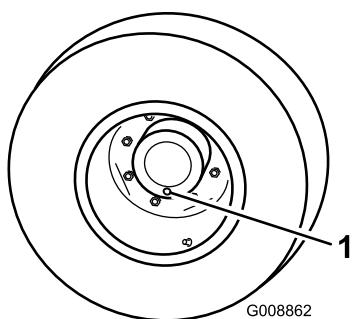

図 42
1. 平らな場所で、ホイールの点検/ドレン・プラグ（図 42）が一番下（時計の6時の位置）に来るよう停止させる。